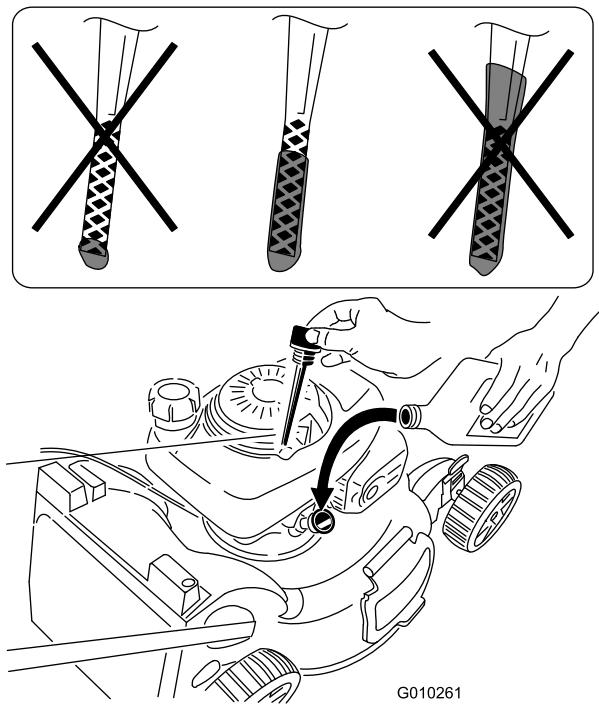

Рисунок 5
1. Извлеките масломерный щуп (Рисунок 5).
2. **Медленно** вливайте масло в трубу для заливки масла, периодически проверяя уровень масломерным щупом, пока щуп не покажет, что двигатель заполнен маслом, как показано на Рисунок 5. **Не допускайте переполнения картера.** (Макс. объем масла: 0,55 л, тип: автомобильное моющее масло (SAE 30), имеющее классификацию API: SH, SJ, SL и выше.)
Примечание: При каждой проверке уровня масла извлеките масломерный щуп, дочиста протрите его и вставьте в горловину для заливки масла (но не завинчивайте), после чего снова выньте щуп и проверьте уровень (Рисунок 5).